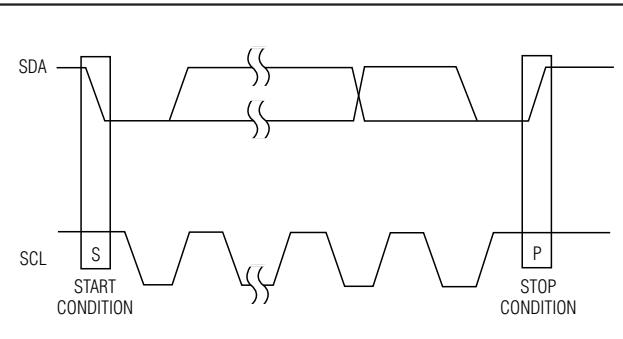

图 5. 开始和结束条件
接口空闲时, SCL 和 SDA 均为高电平。主机通过将 SDA 由高变低, 同时保持 SCL 高电平, 产生 START (S) 条件, 标志一次传输的开始。通信结束时, MAX9485 通过将 SDA 由低变高, 同时保持 SCL 高电平, 来产生 STOP (P) 条件, 释放总线, 准备下一次传输(图 5)。如果 START 或 STOP 出现时, 总线上已有数据传输, 则终止该传输。